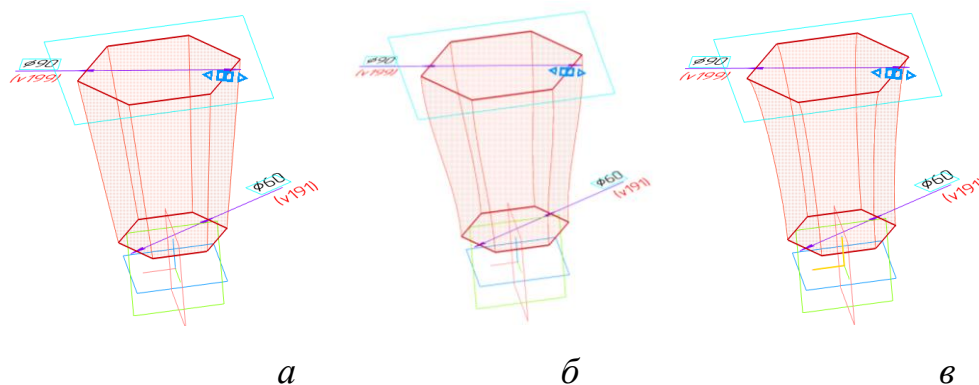

Рис. 8 Способы построения элементов у крайних сечений: *а* – автоматически, *б* – по нормали, *в* – по объекту
Способ построения элемента у крайних сечений – задают направление касательных к контурам элемента, проведенных через точки контуров в крайних сечениях элемента. Для начального и конечного сечений задают один из способов (рис. 8):
**Автоматически** – вершины сечений соединяются сплайнами (см. рис. 8, а).
**По нормали** – элемент формируется так, чтобы плоскость, касательная к его поверхности вблизи начального или конечного сечения, была перпендикулярна плоскости этого сечения (см. рис. 8, б).
**По объекту** – элемент формируется так, чтобы плоскость, касательная к его поверхности вблизи граничного сечения, была параллельна указанному прямолинейному объекту или перпендикулярна указанному плоскому объекту (см. рис. 8, в).